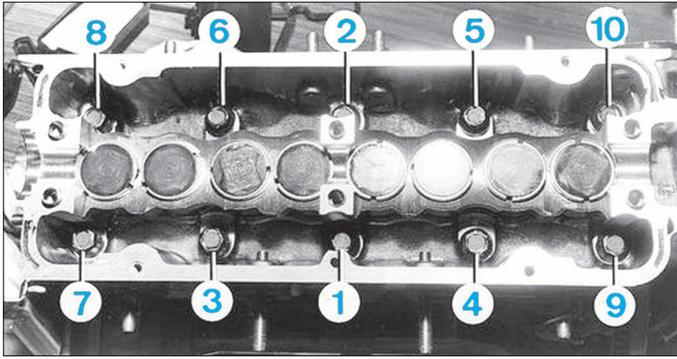

FIG. 28
- Replacer les vis et les preserrer à 2 daN.m dans l'ordre indiqué (Fig.28).